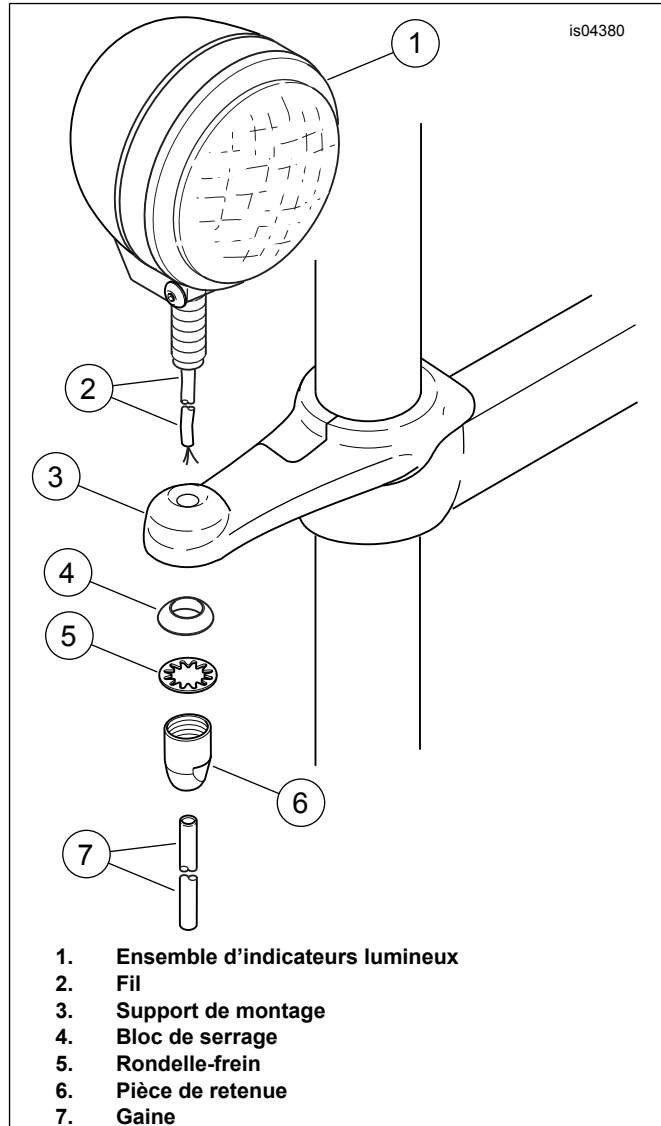

Figure 2. Installer les feux
7. Voir Figure 2. Faire passer le fil (2) du voyant de poursuite bleu (1) dans le support de montage droit (3) et fixer le voyant au support à l'aide d'un bloc de serrage (4), d'une rondelle-frein (5) et d'un dispositif de retenue (6), fournis dans le kit. Serrer le dispositif de retenue au couple de 22–24 N·m (16–18 ft-lbs).